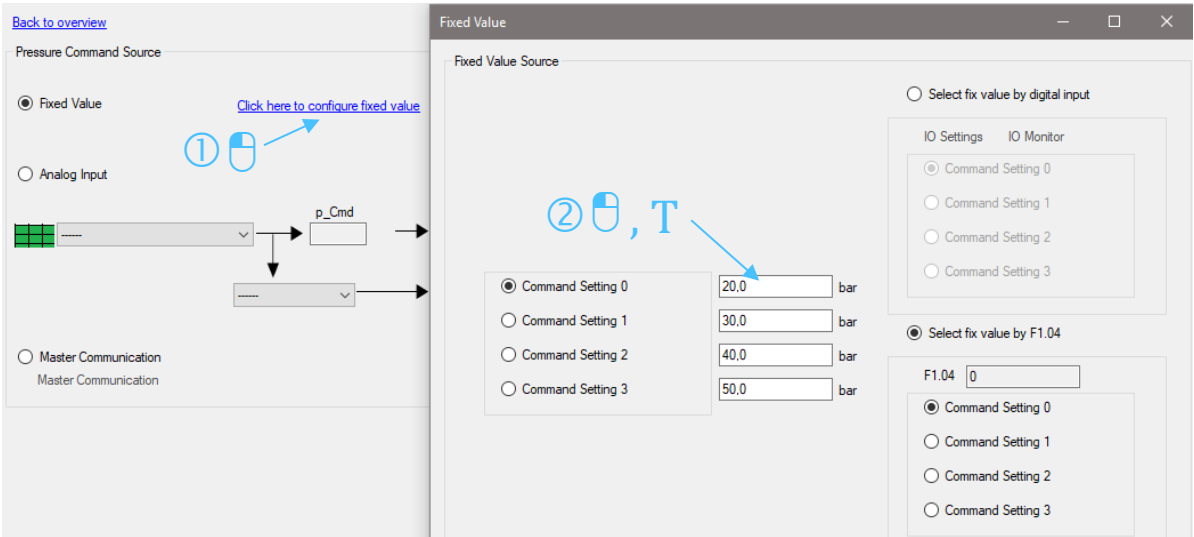

图 23: 固定压力给定 2/2
- 3. 在 "控制设置 0" 中输入所需的压力控制（请参见 图 23: 固定压力给定 2/2）。